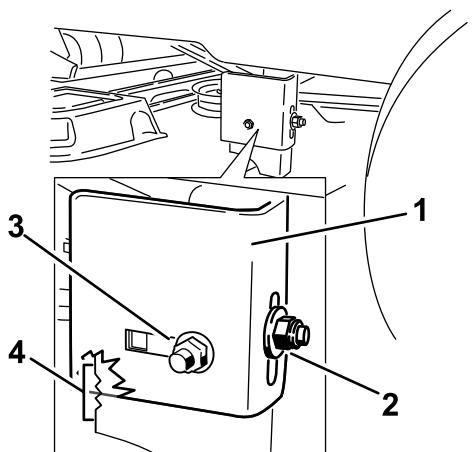
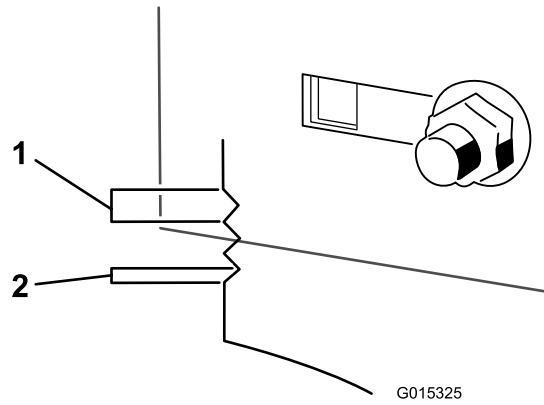

Figura 62
Figura 63
- Solte a porca de bloqueio traseira no suporte de suspensão (Figura 62).
- Solte a porca de bloqueio lateral no suporte de suspensão o suficiente para o suporte ser ajustado (Figura 62). Utilize os entalhes no suporte soldado para medir a quantidade de ajuste. Cada superfície de entalhe é equivalente a 0,25 polegadas, enquanto que um só lado tem 0,125 polegadas (Figura 63). Ajuste a altura da plataforma de corte para a altura desejada.
- Pare a plataforma na posição ajustada e aperte a porca de bloqueio lateral no suporte de suspensão para manter a nova posição (Figura 62). Aperte a porca de bloqueio traseira ao suporte de suspensão.